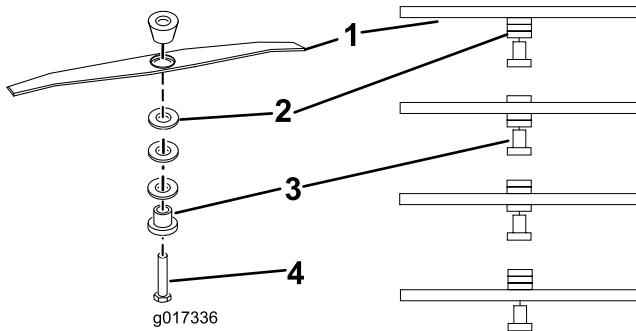

図 12
6. スペーサの位置を変えて、希望の刈高にし、カッターバーを取り付ける（図 12）。